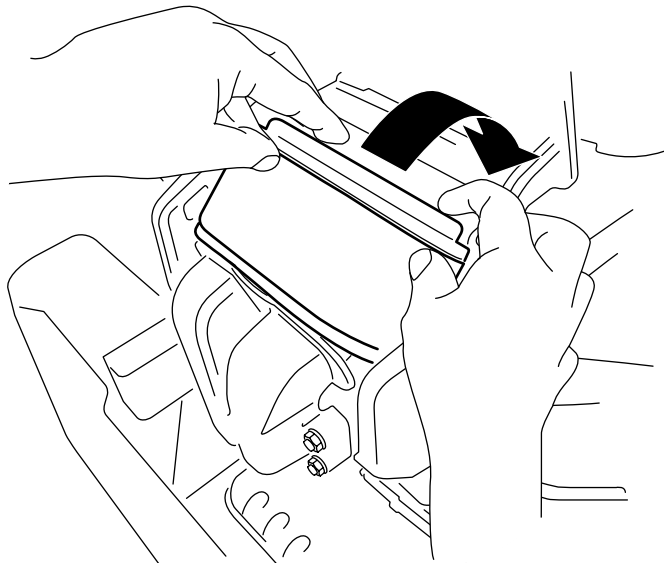

Figura 47
3. Ruotate il filtro nella camera e innestatelo completamente contro il collettore (Figura 47).